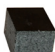

Abbildung A7
1. Falls noch nicht geschehen, setzt die Rampe aus den Bauteilen wie in Abbildung A7 zusammen.